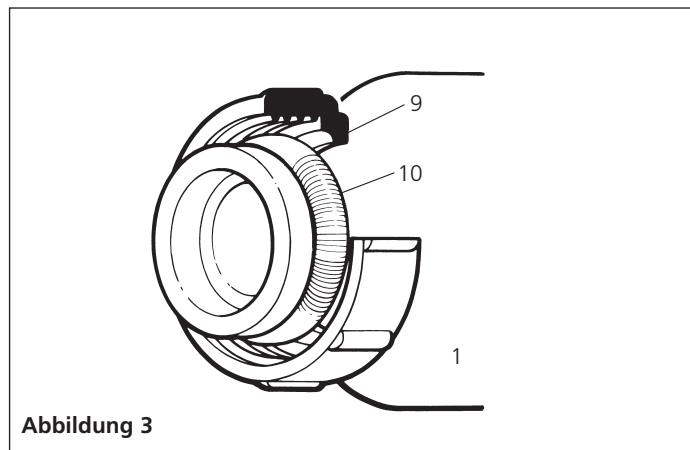

Abbildung 3
6. Die graue Sicherungskappe (9) über die Stoßfuge des Kühlers (1) schieben, so dass das Gewinde nach außen zeigt. Mit dem Federstahlring (10) sichern (siehe Abbildung 3).